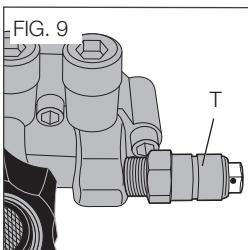

FIG. 9
- NE PAS cesser la pulvérisation d'eau pour une période de plus de deux minutes à chaque fois. La pompe fonctionne en mode de dérivation lorsque la détente du pistolet de pulvérisation n'est pas engagée. Lorsque la température à l'intérieur de la pompe dépasse un certain seuil (température élevée), une soupape de surpression thermique (T, Fig. 9) s'ouvre et relâche un jet d'eau pour essayer d'abaisser la température à l'intérieur de la pompe. La soupape de surpression thermique se fermera par la suite. Il y a risque d'endommagement des composants internes de la pompe si elle demeure en mode de dérivation pour plus de deux minutes.
(T, Fig. 9) s'ouvre et relâche un jet d'eau pour essayer d'abaisser la température à l'intérieur de la pompe. La soupape de surpression thermique se fermera par la suite. Il y a risque d'endommagement des composants internes de la pompe si elle demeure en mode de dérivation pour plus de deux minutes.